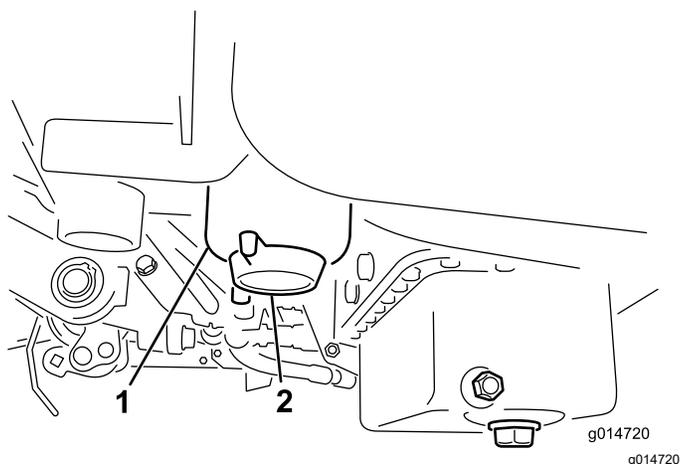

Рисунок 36
3. Откройте сливную пробку на топливном фильтре примерно на один оборот и слейте всю накопившуюся воду (Рисунок 36).